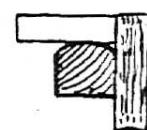

fig. 24.
3. La lame de l'outil n'appuie que sur le milieu de la face : l'objet est raboté en « dos d'âne ». Faites le dessin du profil et celui de l'équerre (fig. 24).